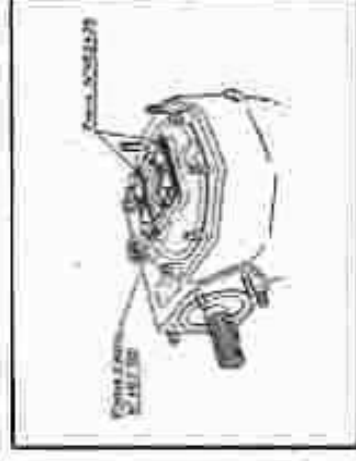

Fig. 55. —
- Monter la plaque d'appui et les deux freins en tôle (fig. 55).